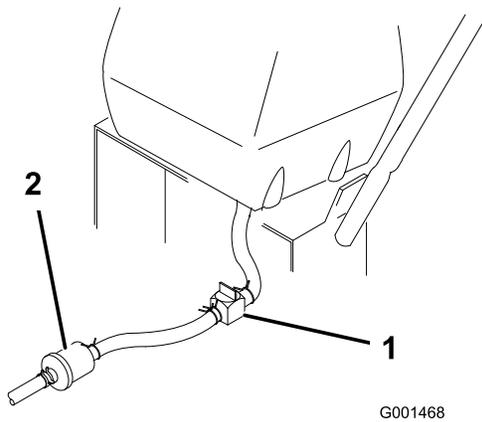

Figura 27
2. Cierre la válvula de cierre de combustible del depósito de combustible (Figura 27).
3. Apriete los extremos de la abrazadera y deslícela por el tubo alejándola del filtro (Figura 27).
4. Retire el tubo de combustible del filtro (Figura 27). Abra la válvula de cierre del combustible y deje que la gasolina se drene en un recipiente.
3. Cierre la válvula de cierre de combustible del depósito de combustible (Figura 27).
7. Abra la válvula de cierre de combustible del depósito de combustible (Figura 27).